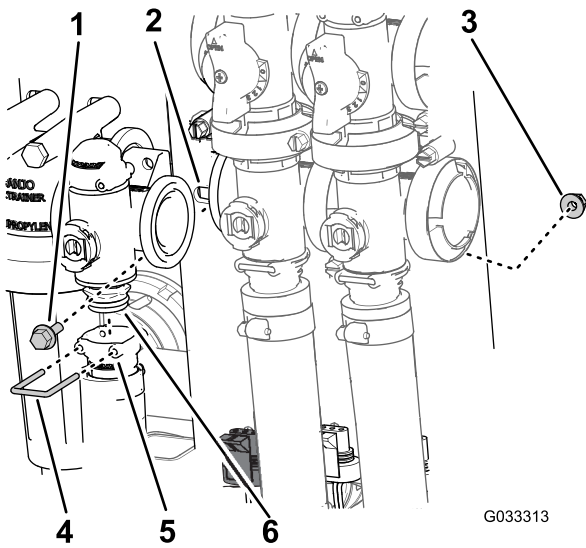

Bild 63
2. Entfernen Sie den Halter, mit dem das Auslaufanschlussstück am Verteiler für das Dosierungsregelventil befestigt ist (Bild 63).
- Entfernen Sie die zwei Bundkopfschrauben und zwei Sicherungsbundmutter, mit denen das Dosierungsregelventil an der Ventilhalterung befestigt ist, und entfernen Sie den Ventilverteiler von der Maschine (Bild 63).